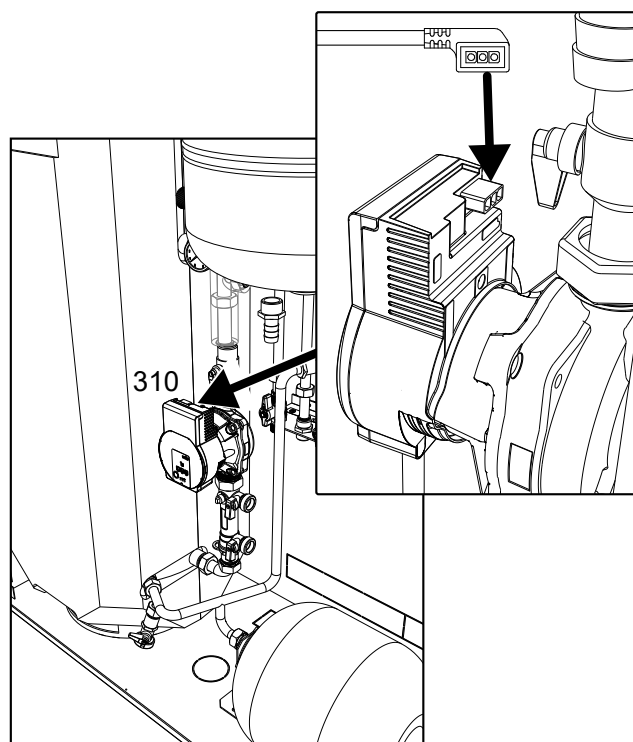

fig. 27
- Collegare il Cavo TRIPOLARE (NERO) al circolatore impianto solare (rif. 310 - fig. 27).